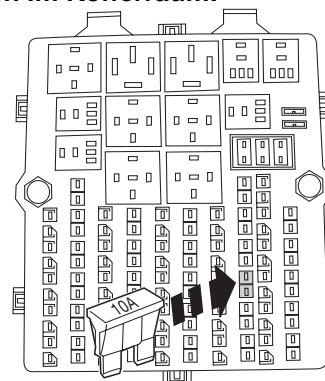

Abb. 7
- Handschuhfach aushängen und beiliegende Sicherung 10A in den dafür vorgesehenen freien Steckplatz im Sicherungskasten einsetzen (siehe Abb.7).